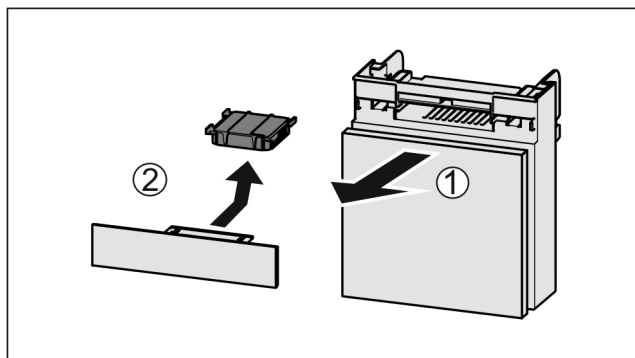

Fig. 116
- Вытянуть Fig. 116 (1) отделение движением вперед.
- Извлечение Fig. 116 (2) фильтра с активированным углем.